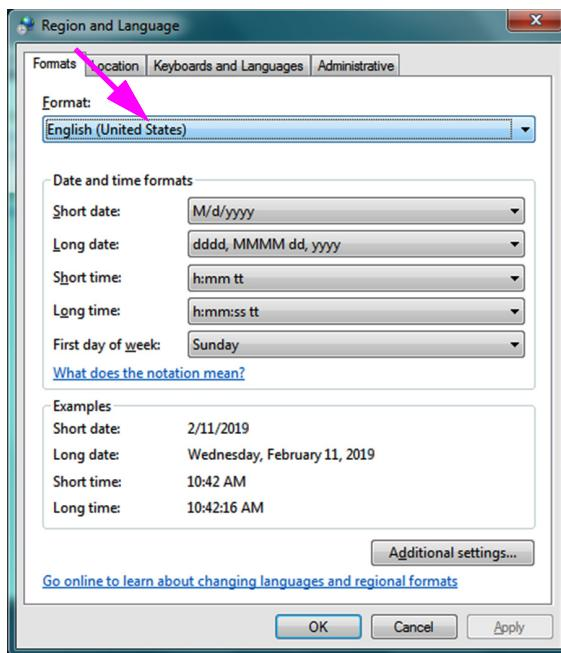
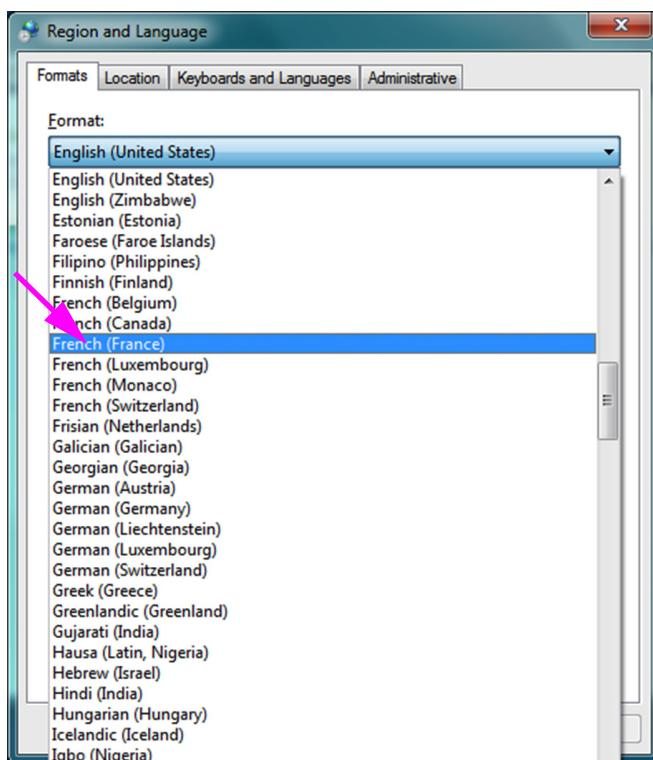

Figure C-3. Fenêtre Region and Language (Région et langue) – Onglet Formats
Figure C-4. Écran Région et langue (Region and Language) – Menu déroulant
5. La fenêtre Region and Language (Région et langue) s'affiche. Consultez la Figure C-3.
6. Dans le menu déroulant **Format, Anglais (États-Unis)** [English (United States)] est sélectionné. Cliquez sur le menu déroulant (voir la Figure C-3 et la Figure C-4) qui montre les sélections de langues disponibles. Défilez dans la liste pour trouver la langue souhaitée et sélectionnez cette option.